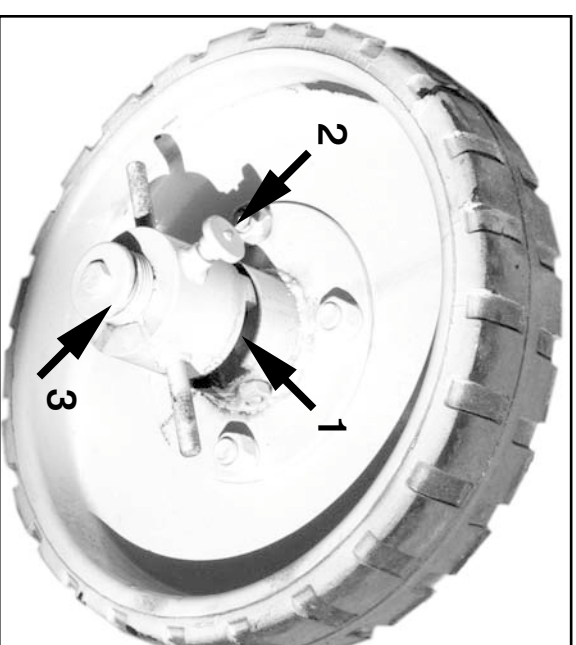

Рис. 4
6.3. При отключенном рубильнике подсоедините питающий кабель к машине и источнику тока, включите рубильник. На пульте управления должна загореться сигнальная лампа. Переключите рычаг 4 (рис.3) управления кулачковой муфтой в крайнее левое положение (рабочая скорость). Облокититесь заднее левое колесо через муфту колеса 1 (рис.4) с валом, выгнув фиксатор муфты 2. На пульте управления установите переключатель «режим работы» в положение «работа», переключатель «реверс» в положение «вперед». Включите «отгрузочный транспортер», затем «загрузочный транспортер». После этого включите кнопку «самоход».